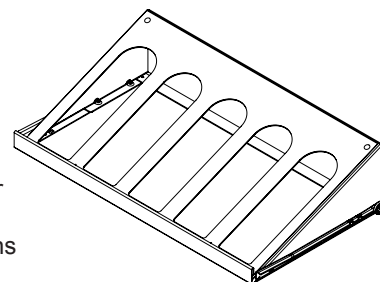

Figure 13
- (1) étagère-présentoir pour 5 bouteilles avec tapis atténuateur de vibrations (Voyez la Figure 13).